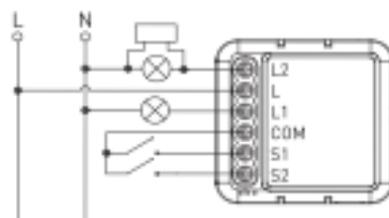

Рисунок 2.6
- с конденсатором (см. рисунок 2.6).